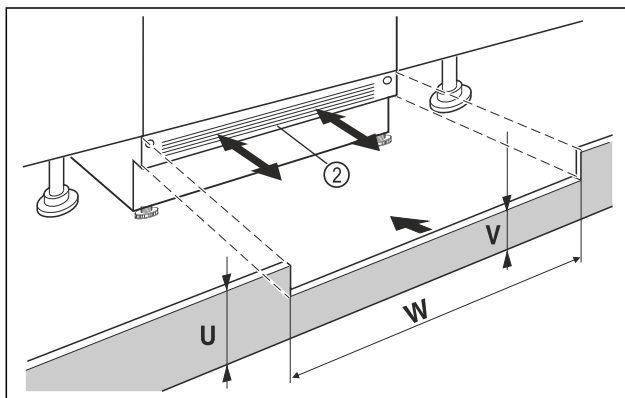

Fig. 14 Przykładowa prezentacja
- ▶ Założyć listwę maskującą cokół urządzenia Fig. 14 (2), ale jeszcze nie mocować.
- ▶ Przy widocznej listwie maskującej cokół Fig. 14 (2) pociągnąć ją przodu, tak by przednia krawędź kratki wentylacyjnej oraz listwy maskującej cokół tworzyły jedną płaszczyznę.
- ▶ Przy zakrytej listwie maskującej cokół Fig. 14 (2), przesunąć listwę całkowicie do tyłu.
- ▶ Zwrócić uwagę na to, by kratki wentylacyjne były odśrodkowane: W razie potrzeby wysokość listwy maskującej cokół Fig. 14 (U) można dopasować!
- ▶ Na całej szerokości wnęki Fig. 14 (W) należy dopasować wysokość podstawy Fig. 14 (V) pod listwą maskującą cokół urządzenia Fig. 14 (2).